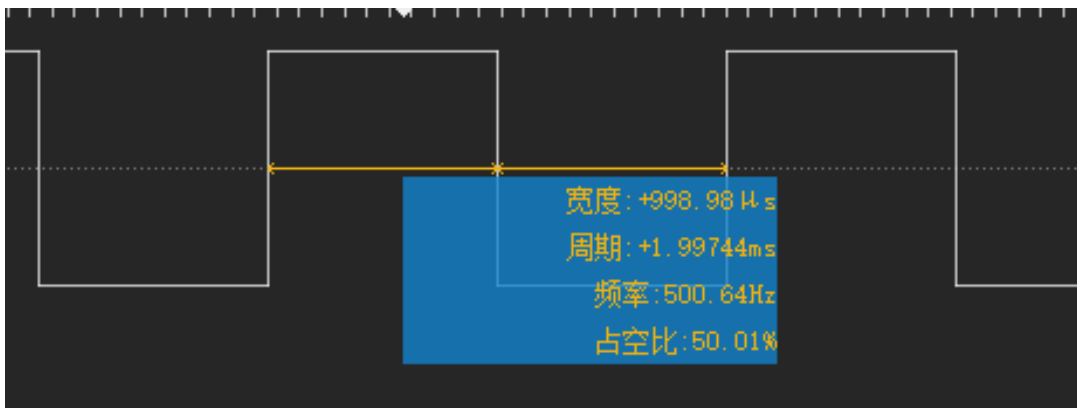
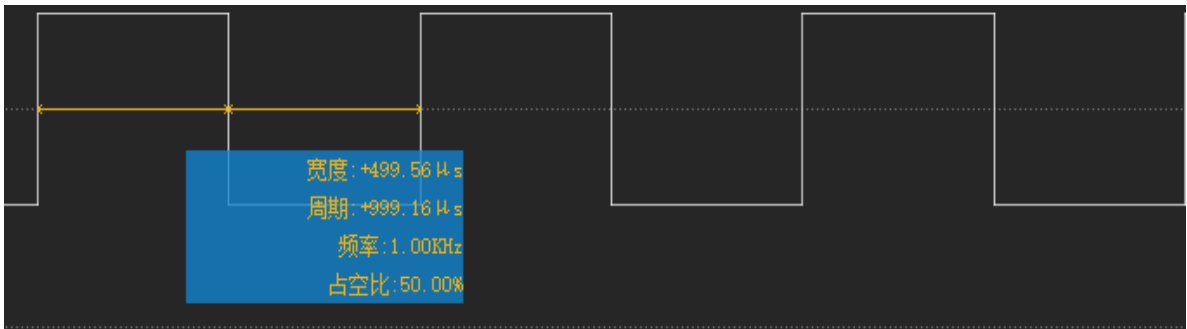

图 3.2.1 LPT 定时翻转 IO
图 3.3.1 LPT 输出 PWM
3. 通过示波器或逻辑分析仪查看输出波形，如图 3.2.1、图 3.3.1 所示波形